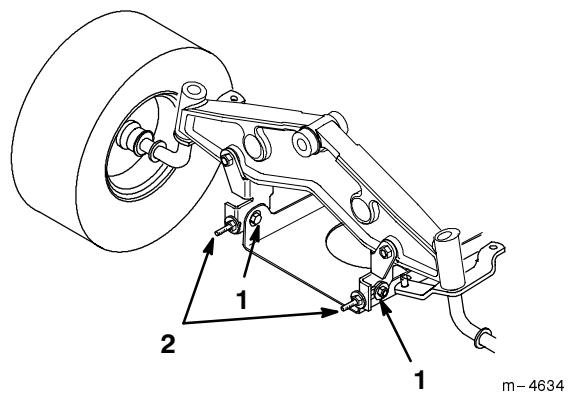

Bild 54
- 7.** Lockern Sie zum Einstellen der Schnittmesserneigung in Längsrichtung die Befestigungsschrauben der vorderen Schwenkplatten ein wenig (Bild 54).
- 8.** Drehen Sie zum Verändern der Einstellung die Sicherungsmuttern an den Transportösen (Bild 54). Ziehen Sie zum Anheben der Schneidwerkvorderseite die Sicherungsmuttern der Transportösen fest; lockern Sie sie zum Absenken.
- 9.** Kontrollieren Sie, wenn Sie beide Sicherungsmuttern der Transportösen gleichmäßig eingestellt haben, die Schnittmesserneigung erneut in Längsrichtung. Fahren Sie mit der Einstellung der Transportösen fort, bis die vordere Schnittmesserspitze um 0–9,2 mm tiefer liegt als die hintere Spitze (Bild 54).
- 10.** Ziehen Sie, wenn die Schnittmesserneigung in Längsrichtung korrekt ist, die Befestigungsschrauben der Schwenkplatten fest (Bild 54).